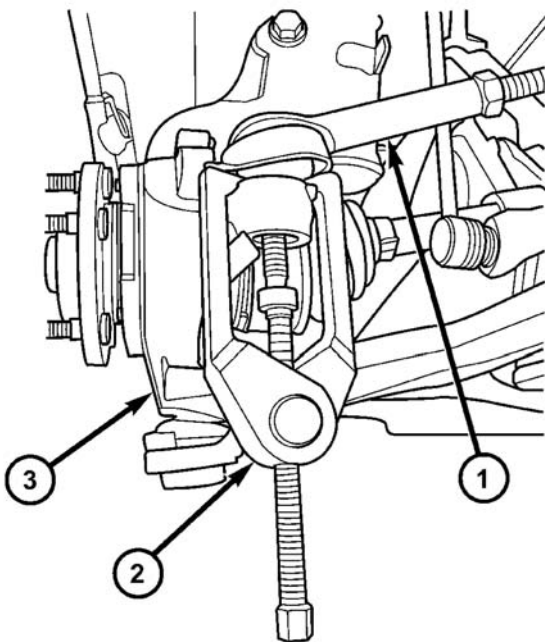

图 12 用工具 C-3894-A 拆卸转向横拉杆
(7) 用拆卸器（专用工具 C-3894—A）从转向节上卸下转向横拉杆端头（图 12）。